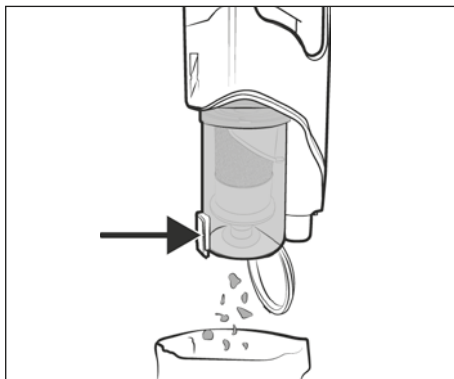

Fig. 17
- 2) Tenere il contenitore della polvere **7** in una pattumiera e premere il tasto di sblocco per il coperchio del contenitore della polvere **8**. Il coperchio del contenitore della polvere **9** si apre e il contenuto viene svuotato nella pattumiera (vedere fig. 17). Quindi richiudere il coperchio del contenitore della polvere **9**.